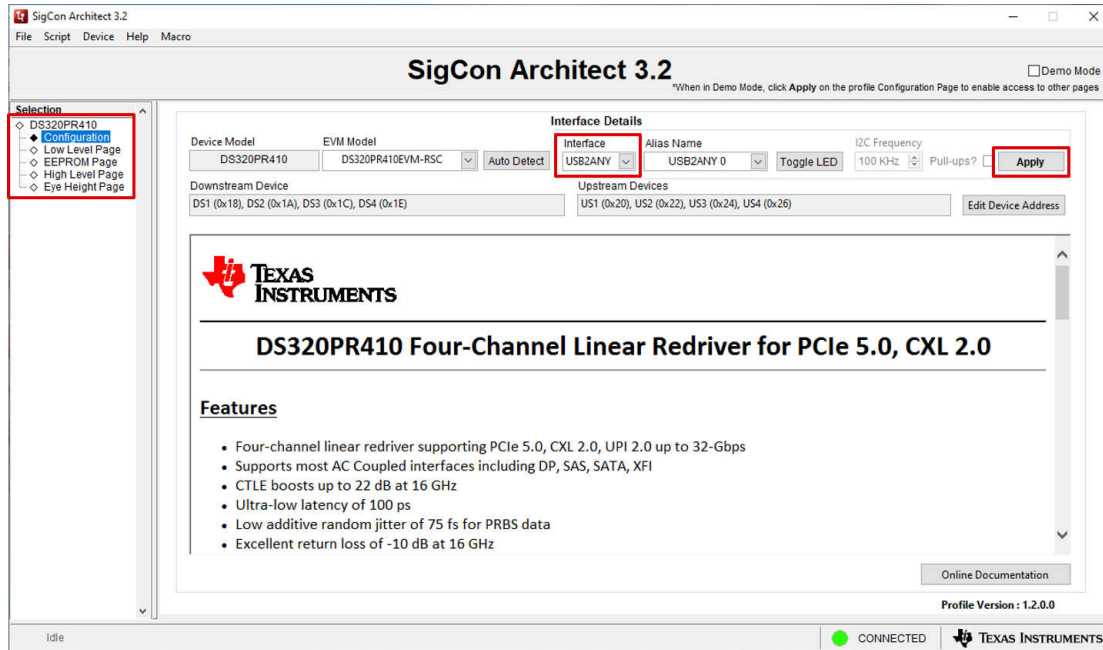

图 2-3. 接口适配器选择和应用程序设置
4. 在 **Interface** 下拉菜单下选择正确的接口适配器 (USB2ANY 或 Aardvark)。选择正确的接口适配器后, 点击 **Apply** 以连接至所选的 DS320PR410 器件。如图 2-3 所示, 如果选择了正确的接口适配器并正确配置了 SMBus 地址, 则 GUI 左下角的状态指示器会显示绿色 LED 和文本 **Connected**。成功连接后, DS320PR410 配置文件下的其他选项卡变为可供选择。点击 GUI 左侧所需的选项卡以开始对器件 (一个或多个) 进行编程。